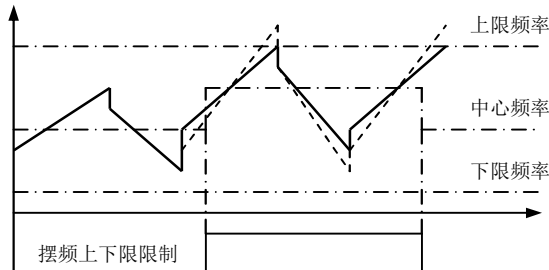

图 6-25 摆频上下限限制
- 19: 摆频上下限限制. 选择摆频功能后若以中心频率计算所得摆频的频率波动范围超过上限频率 P0. 19 或低于下限频率 P0. 20 时将输出指示信号。参见图 6-25 所示。